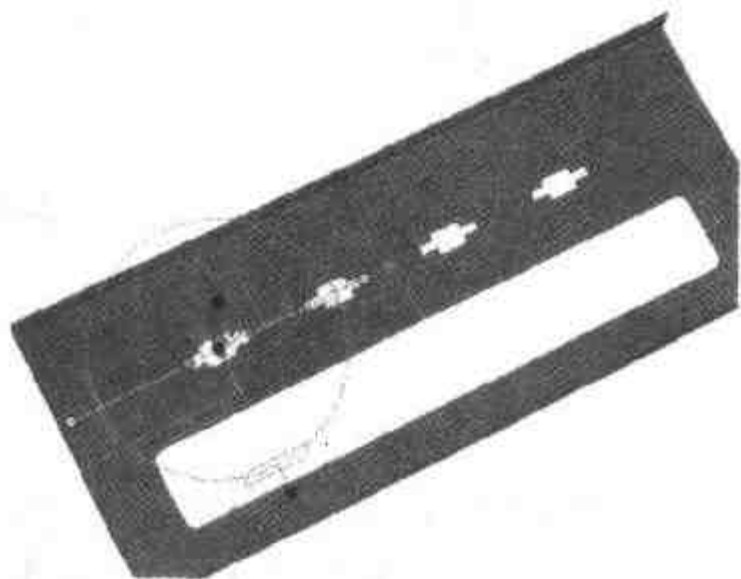

图 4.123 复制其他孔
- (4) 将接口孔旋转  $90^\circ$  后向右侧以间隔距离为 60 复制 3 个接口孔, 结果如图 4.123 所示。